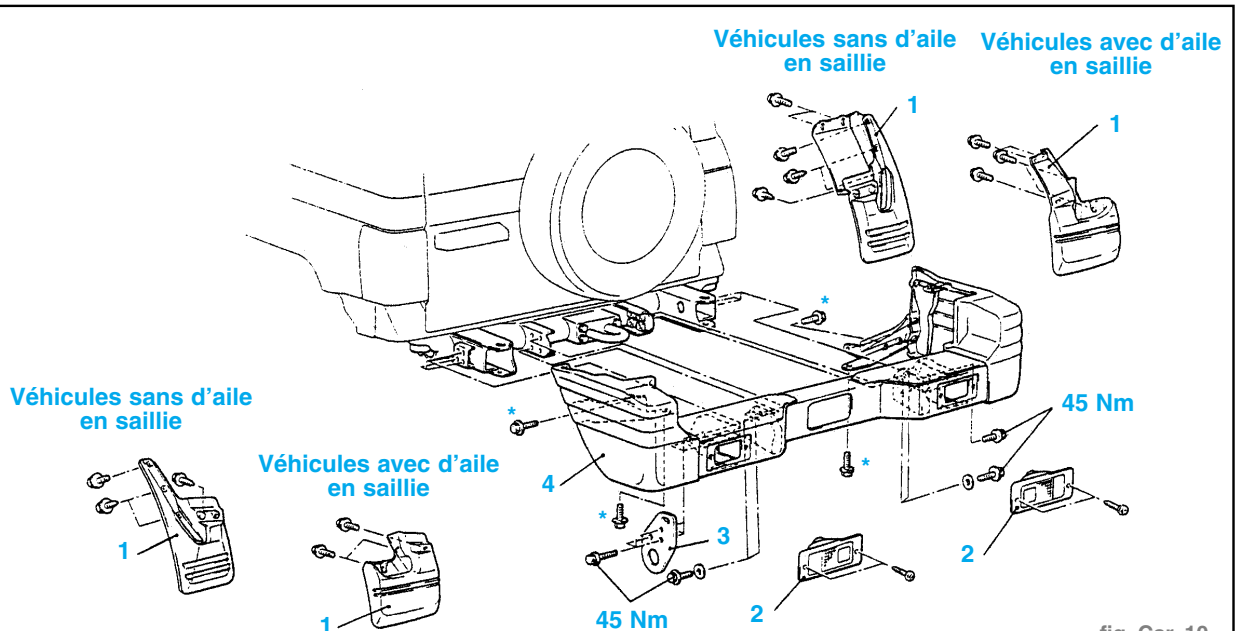

fig. Car. 10
- Suivre l'ordre chronologique. (fig. Car. 10)